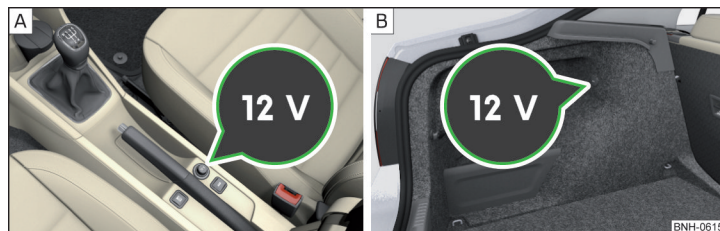

Fig. 91 Cubierta del enchufe de 12 voltios: en la consola central delantera / en el maletero
- Para el uso, retirar la tapa del enchufe » fig. 91 - [A] o abrir la tapa del enchufe » fig. 91 - [B].